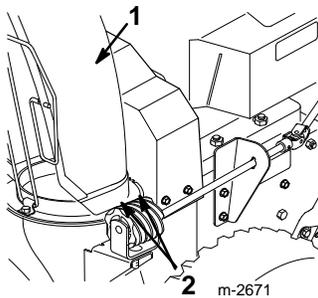

Abbildung 26
2. Die drei Schrauben entfernen, mit denen die Riemenabdeckung befestigt ist, und die Abdeckung zur Seite legen (Abb. 26).